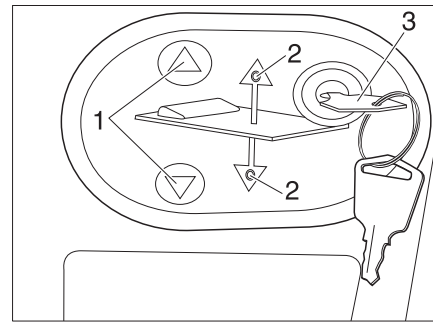

Bild 148 Bedienpanel für elektrisches Hubbett
- Schlüssel (Bild 148,3) in das Bedienpanel stecken.
- Auf Taste  oder  (Bild 148,1) drücken und gedrückt halten. Die jeweilige LED (Bild 148,2) leuchtet und das Hubbett senkt oder hebt sich.
- Wenn die gewünschte Position erreicht ist, Taste  oder  (Bild 148,1) wieder loslassen. Die jeweilige LED (Bild 148,2) erlischt.
- Schlüssel (Bild 148,3) abziehen.